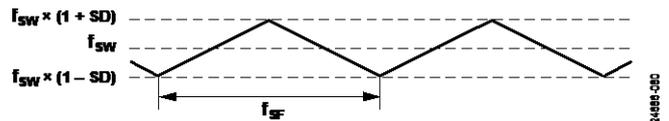

図 80. 三角波の拡散
ADP5140 はシステム EMI を減らすため、図 80 に示すような三角波の周波数拡散アーキテクチャを採用しています。この周波数スペクトラム拡散機能は、FREQ_CONFIG レジスタの SP_EN ビットを通じてイネーブルまたはディスエーブルできます。SP_EN ビットは、デフォルトではディスエーブルに設定されています。表 19 と表 20 に示すように、掃引周波数 (f_{sf}) と掃引深さ (SD) は SPI レジスタ (FREQ_CONFIG) を通じてプログラムできます。